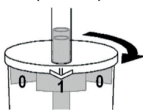

Abb. 3
4. Für das Aufnehmen des ersten Polypen drehen Sie das Gefäß, bis der Pfeil auf die Nummer „1“ zeigt (Abb. 3).